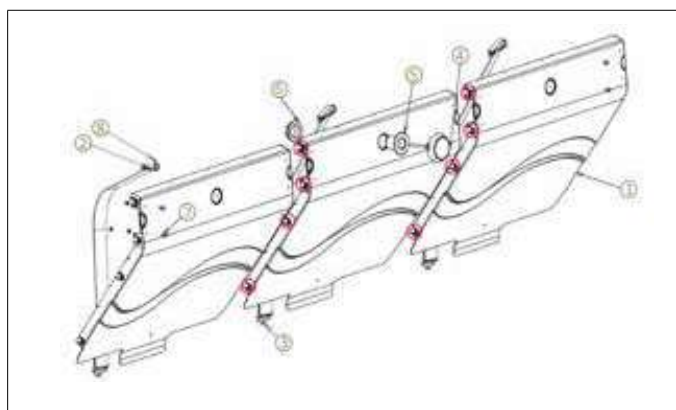

Figura 44 – Montaggio della parete divisoria e del proiettore
Dal 1° gennaio 2004, la norma NF P 90-308 impone la presenza di una separazione tra l'alloggiamento della copertura e il resto della piscina. L'installazione di queste pareti divisorie è quindi indispensabile. Le fasi di montaggio della parete divisoria e del proiettore sono illustrate nella *Figura 44*. La viteria necessaria per questo montaggio si trova nel sacchetto Y.
Assemblare i tre moduli (1) di parete divisoria utilizzando 8 viti a testa esagonale 8 × 20 in acciaio inox A4, e 8 dadi di diametro 8 mm, intercalando una rondella di diametro 8 mm su ciascun lato della parete, per un totale di 16 rondelle. Le posizioni di queste viti sulle pareti sono segnalate da otto cerchi rossi nella *Figura 44*.